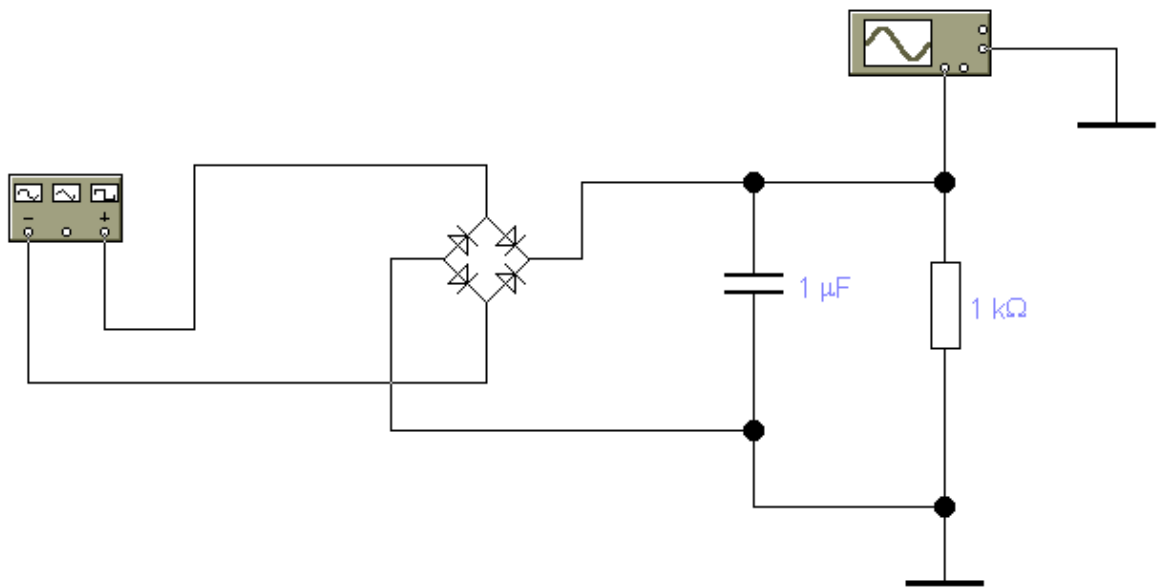

Рис. 3. Схема двухполупериодного выпрямителя переменного тока
3. Собрать принципиальную схему двухполупериодного выпрямителя рис. 3.